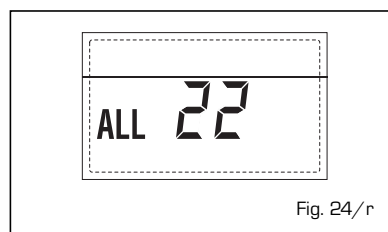

Fig. 24/r
**- DELIVERY PROBE BREAKDOWN ANOMALY SECOND MIXED ZONE "ALL 23"** (fig. 24/s)